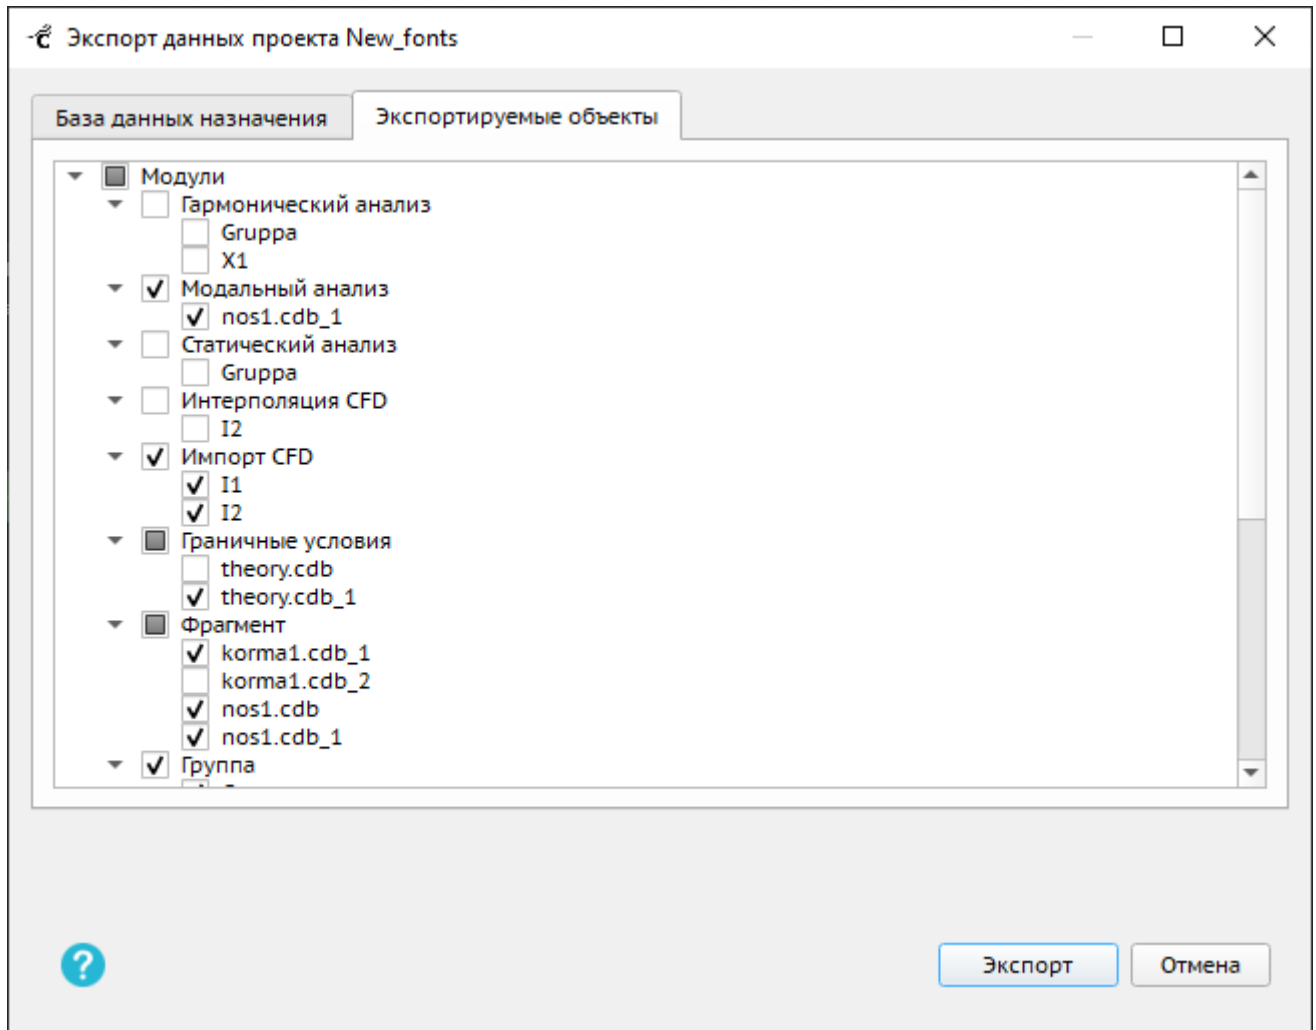

Рисунок 484 – Вкладка «Экспортируемые объекты»
На вкладке «Экспортируемые объекты» (Рисунок 484) нужно отметить флажками объекты (карточки), которые должны быть экспортированы.
- в неизменном виде – для этого нужно отметить экспортируемую карточку флажком в дереве «Модули» (Рисунок 484);
- как одна или несколько новых независимых карточек «КЭМ» – для этого нужно отметить экспортируемую карточку флажком в дереве «КЭМ из модулей» (Рисунок 484). В случае отсутствия в проекте доступных для экспорта карточек перечисленных типов дерево «КЭМ из модулей» не отображается.